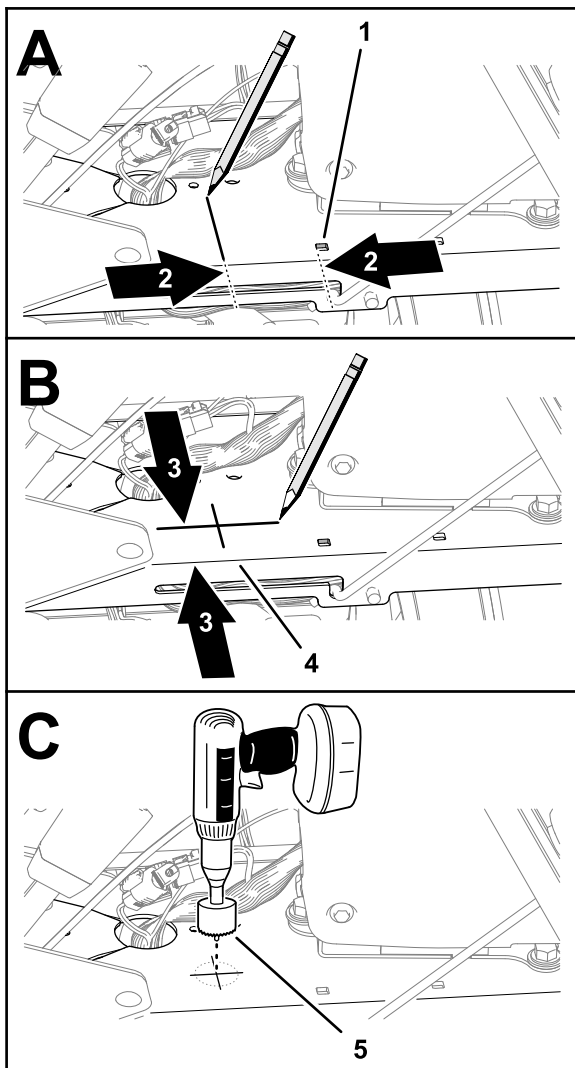

Figura 75
3. Mida 69 mm (2-11/16") hacia atrás desde el orificio cuadrado situado cerca de la ranura de la varilla de sujeción de la base de la consola, y marque la base de la consola (Figura 75).
4. Mida 45 mm (1-3/46") hacia dentro desde la pestaña ranurada de la base de la consola, y marque la base de la consola (Figura 75).
6. Perfore un orificio en la marca de la base de la consola con una broca de 32 mm (1¼") (Figura 75).